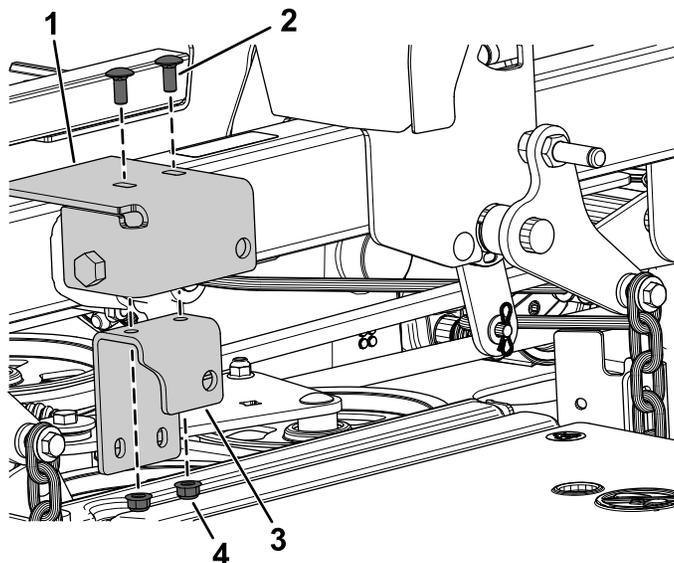

Figura 11
3. Fissate senza serrare la staffa interna dell'attuatore alla staffa esterna dell'attuatore utilizzando 2 bulloni a testa tonda (5/16" x ¾") e 2 dadi di fissaggio (5/16"), come illustrato nella Figura 11.